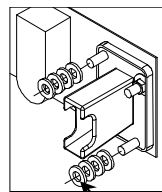

Figura 3.
- Coloque (pieza 1) (4) arandelas planas en cada vástago como se muestra. Ver Figura 3. Ambos lados.